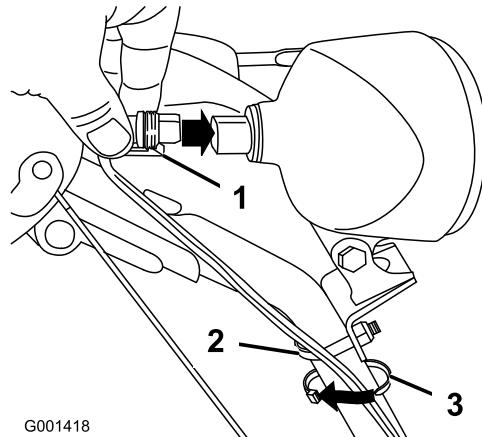

Figura 17
- Insira o conector do fio na extremidade solta do fio na parte de trás do farol até que fique preso no sítio (Figura 17).
- Nota:** Certifique-se de que o clipe de plástico no conector do fio está na parte inferior (Figura 17).
- Prenda uma abraçadeira de cabos (a partir do saco das peças soltas) em redor do fio e do manípulo a cerca de 2,5 cm abaixo da caviglia em U (Figura 17).